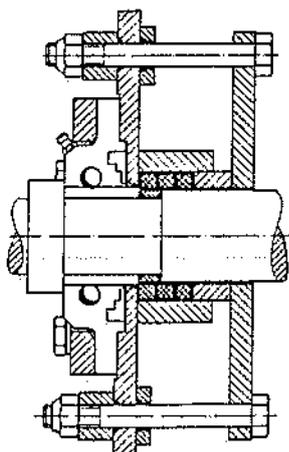

Abb. 14
3. Abbildung 14 zeigt die Spezial-Stopfbuchsen-Abdichtung vom Vorgelege zum Faßinneren. Diese Stopfbuchsen sind halbjährlich gefühlvoll nachzuziehen.